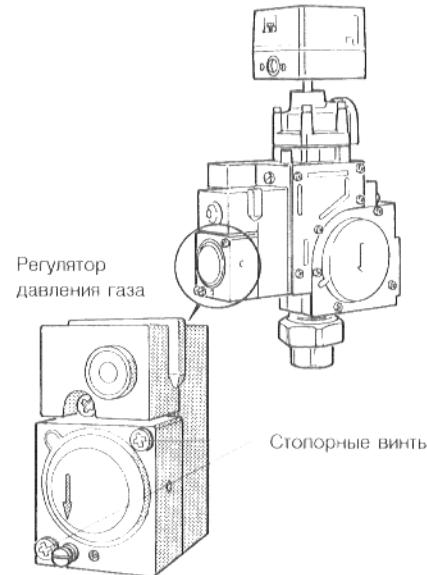

Рис. 30. Регулятор давления газа у "Honeywell" VR 4905
- ➊ Произвести демонтаж регулятора давления газа, ослабив, два крепежных винта (рис. 30).